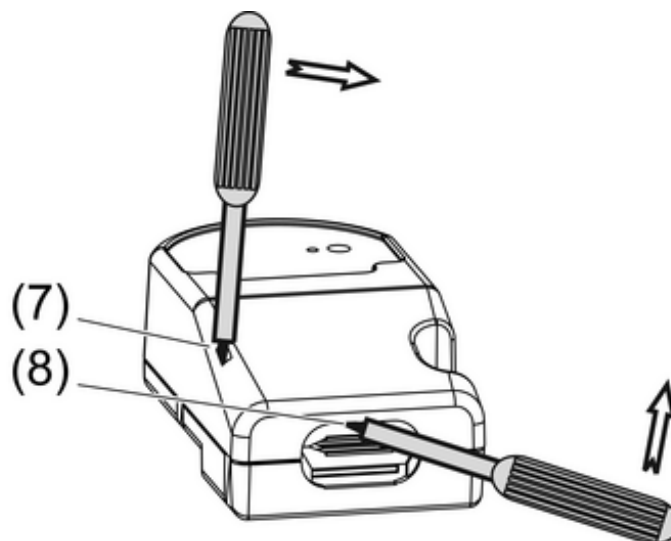

Figure 3: Ouverture du boîtier
- Enfoncer un tournevis dans l'ouverture (7) et pousser sur le couvercle du boîtier en exerçant une force de levier vers l'extérieur (figure 3).
- Enfoncer ensuite le tournevis entre la décharge de traction et la partie supérieure du boîtier (8) et pousser vers le haut en exerçant une force de levier.
- i** Un adaptateur encliqueté (3) peut être démonté en exerçant une force de levier à l'aide d'un tournevis. Pour ce faire, mettre le tournevis en place au niveau de l'encliquètement.